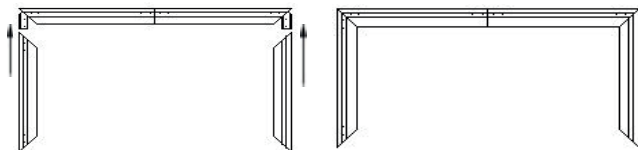

Fig 5
5. Faites glisser les barres de cadre verticales (B) sur les coins (fig. 5).